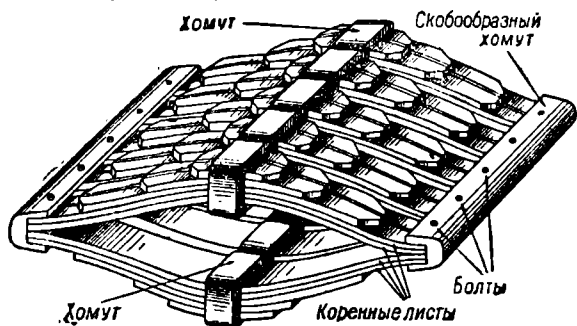

Рис. 131. Рессора Брауна.
**Эллиптическая пятирядная рессора Брауна** (рис. 131). Каждый ряд образуется двумя рессорами, обращенными друг к другу выгнутыми сторонами. Концы комплекта (всех 5 рядов) схвачены хомутом в виде скобы. Рессоры эти получили у нас широкое распространение в пассажирских вагонах ввиду надежности работы их в самых тяжелых условиях (сильный перегруз).